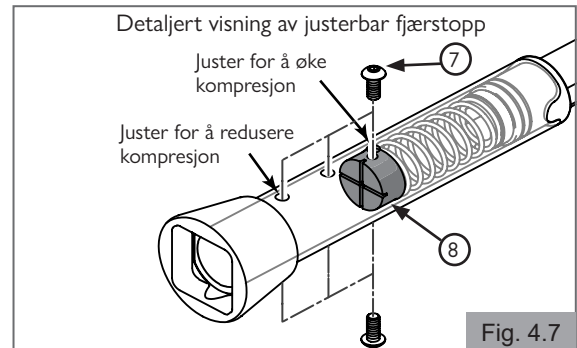

Fig. 4.7
For sammenleggbare rullestoler (Fig. 4.2 - Fig. 4.7)
- d. Stram alle seks festeordningene (9) med et dreiemoment på 7,8 Nm.
- a. Sørg for at drivaggregatet allerede er fjernet fra den sammenleggbare akselmonteringen (1).
- b. Ta tak i den sammenleggbare akselmonteringen (1) og trykk det store røret mot det mindre røret, til akseladaptermottakeren (1) er fri fra den sammenleggbare akseladapteren (3).
- c. Trekk den sammenleggbare akselmonteringen (1) mot baksiden av stolen.
5. Fjerne den sammenleggbare akseladapteren og festeordningen fra den sammenleggbare akselmonteringen (1):
- a. Fjern festeordningen (2).
- b. Fjern de sammenleggbare akseladapterne (3) og festeordningen (2) fra akselplatene (4).
6. Justere fjærkraften på den sammenleggbare akselen (Fig. 4.7):
- a. Fjern begge skruene (7) med en 3 mm unbrakonøkkel. Bruk en skrutrekker for å forhindre at fjærstoppen (8) faller ut.
- b. For å øke fjærkraften, flytt fjærstoppen (8) til en ny hullposisjon nærmere midten av monteringen. Bruk en skrutrekker til å stille fjærstoppen (8) på linje med festeordningen (7).
- c. Fest begge skruene (7) for å holde fjærstoppen (8) forsvarlig på plass.
- d. Fest den sammenleggbare akselmonteringen (1) på stolen for å sjekke fjærkraften. Juster etter behov.